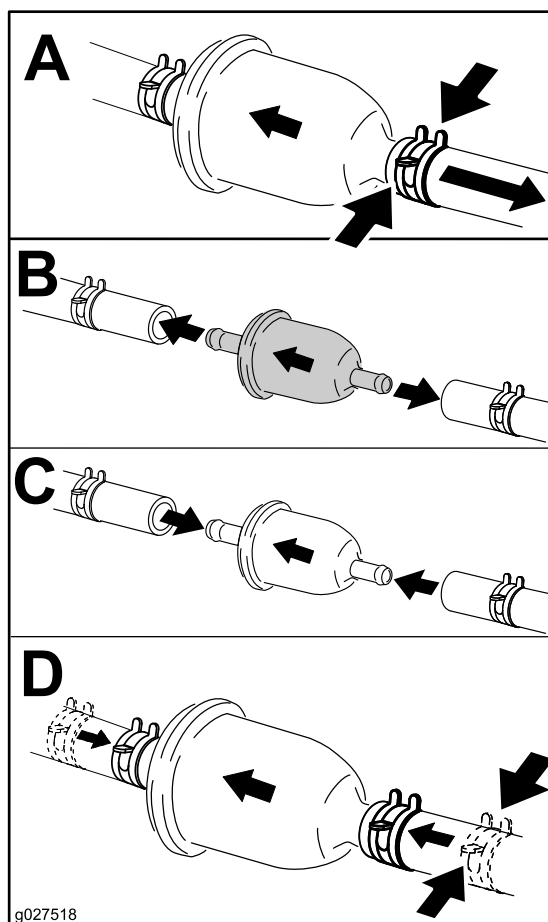

Figure 46
4. Remplacez le filtre à carburant comme montré à la Figure 46.